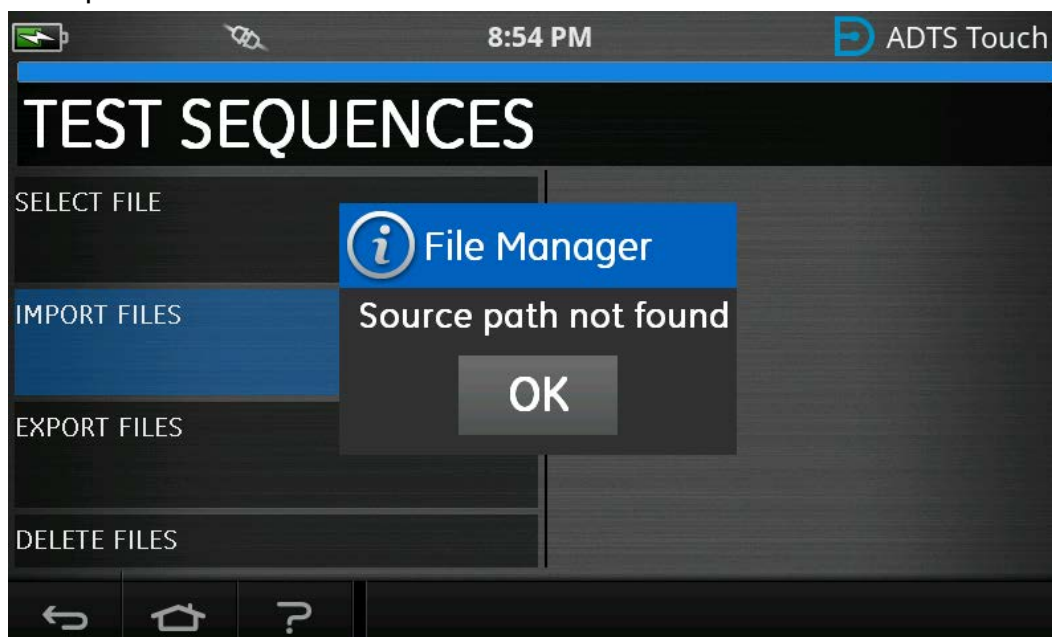

Figura 3-41: Messaggio di errore di importazione file
7. Il messaggio di errore in Figura 3-41 verrà mostrato se non sono presenti file di sequenza di test sul dispositivo USB.